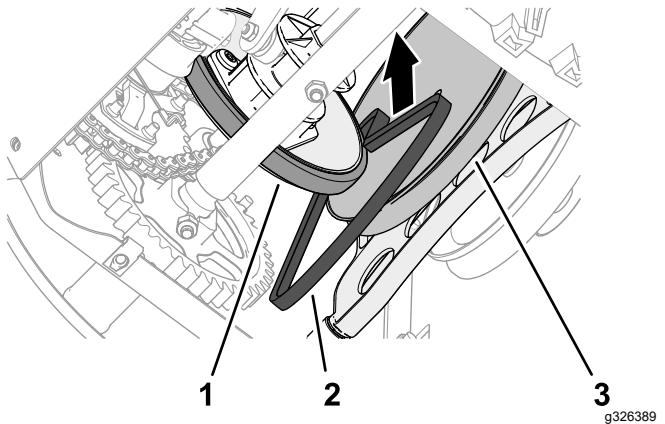

Figura 49
- Fate scorrere la cinghia di trazione tra la ruota di frizione e la puleggia di trazione e nella macchina (Figura 49).